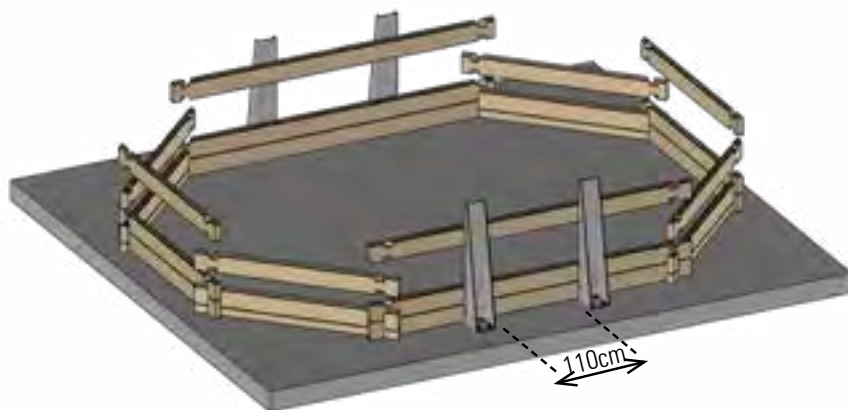

Fig. 3 / Abb. 3 / Afb. 3
- EN LAYOUT OF THE COLUMNS:** • Position the columns at the centre of the lateral of your pool, supported against the boards (figure 3). Tighten the columns well around the entire layer of boards. • Vertically drill the layer using a drill with a \varnothing 10mm bit for concrete, and using the column as a guide. The depth of the hole should be at least 100mm to guarantee good fixing. • Place the fixing bolts (with washers and nuts) into the holes and fix them with the help of a hammer. COMPLETELY hammer in the fixing bolts (only the head should be visible). • Tighten crosswise the 4 nuts.
- FR POSITIONNEMENT DES SABOTS :** • Placez les sabots au centre des grands pans de votre bassin, en appui contre les madriers (figure 3). Plaquez bien les sabots le long des rangées de madriers. • Percez bien verticalement la chape à l'aide d'un perforateur équipé d'un foret béton \varnothing 10 mm, en utilisant le sabot comme gabarit. La profondeur du perçage doit être au minimum de 100 mm pour garantir une bonne fixation. • Placez les gougeons d'ancrage (avec rondelles et écrous) dans les trous et frappez-les à l'aide d'un marteau. Enfoncez ENTIEREMENT les gougeons d'ancrage (seule la tête doit rester visible). • Serrez fermement en croix les 4 écrous.
- DE ANORDNUNG DER ANSCHLAGWINKEL:** • Platzieren Sie die Anschlagwinkel in der Mitte der langen Seiten des Pools, gegen die Bretter gestützt (Abb. 3). Furnieren Sie die Anschlagwinkel gut entlang der Bretterreihen. • Durchbohren Sie die Schicht vertikal mit Hilfe einer Bohrmaschine und einem Betonbohrer mit 10 mm \varnothing , wobei der Anschlagwinkel als Muster dient. Die Tiefe der Bohrung muss mindestens 100 mm betragen, um eine gute Befestigung zu garantieren. • Platzieren Sie die Befestigungsstifte (mit Unterlegscheiben und Schrauben) in den Öffnungen und schlagen Sie mit einem Hammer darauf. **Hämmern Sie die Befestigungsstifte GANZ ein (nur der Kopf darf noch sichtbar sein).** • Ziehen Sie die 4 Schrauben kreuzweise fest.
NL PLAATSING VAN DE METALEN STEUNBALKEN: •Plaats de metalen steunbalken in het midden van de zijkant de uw zwembad, steunend tegen de planken (afbeelding 3). Schroef de metalen steunbalken stevig vast tegen de plankenrijen. •Boor perfect vertikaal gaten in de betonplaat met behulp van een boormachine voorzien van een boor voor beton van $\varnothing 10\text{ mm}$, gebruik de metalen steunbalk als patroon. De diepte van het boorgat moet tenminste 100 mm bedragen om een goede fixatie te garanderen. •Plaats de ankerbouten (met ringen en moeren) in de gaten en sla ze vast met behulp van een hamer. De ankerbouten **VOLLEDIG** vastdraaien (alleen de kop mag te zien zijn). •Draai de 4 moeren kruislings stevig vast.